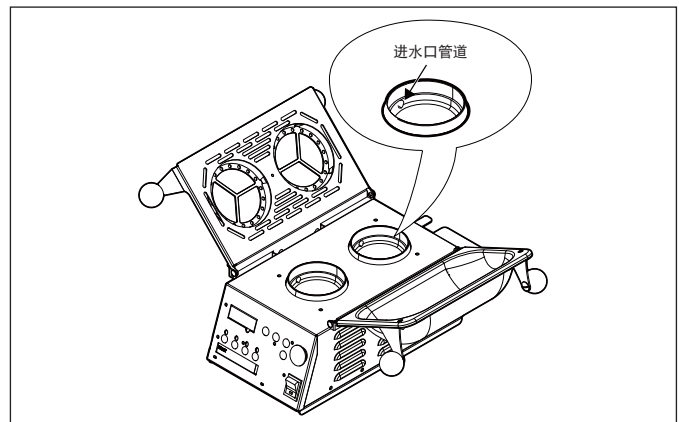

图 7. 进水口管道
1. 随着设备的冷却，向进水口管道开口插入一个弄直的回形针，深度不超过 1 1/2 英寸 (图 7)。